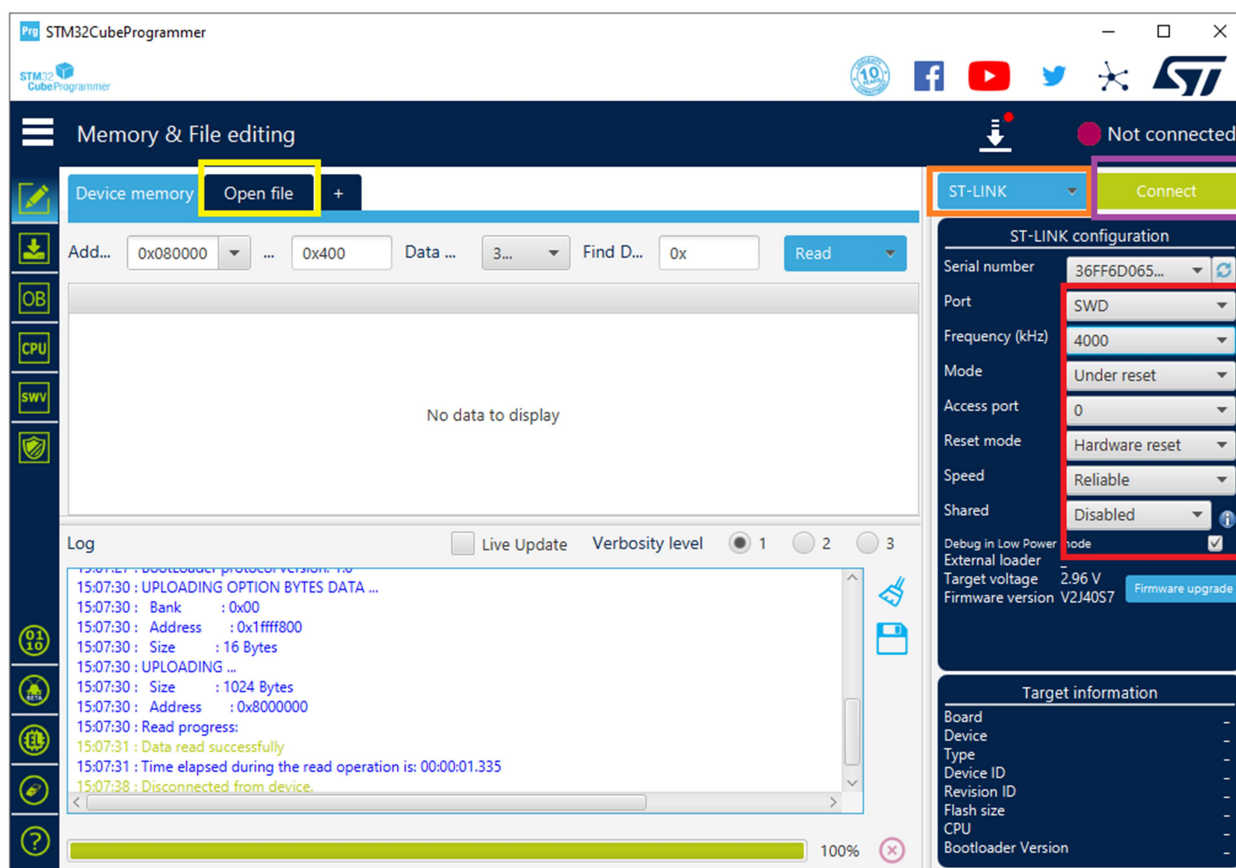

Рисунок 2
3) Выбрать режим ST-Link (на рисунке выделено оранжевой рамкой, рис.2), остальные настройки должны быть следующие (нужные параметры выделены красной рамкой, рис.2):
1) Нажать кнопку Connect (выделено фиолетовой рамкой, рис.2). При успешном соединении в основной фрейме окна должна отразиться карта памяти микроконтроллера.
2) Нажать на вкладку Open file (выделено жёлтой рамкой, рис.2) и выбрать нужный файл программного обеспечения с расширением .hex.